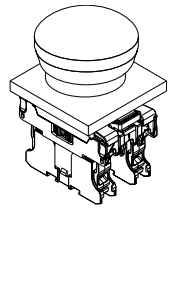

図6
6. 取り付けフランジ上に接点キャリアを実り付けた後、接点押さえは自動的に追加固定されます。(図6参照) それにより、誤った実り付けが排除されます。適正な実り付けかどうか、再度チェックして下さい。